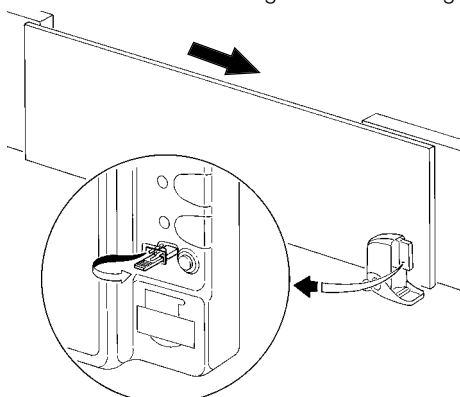
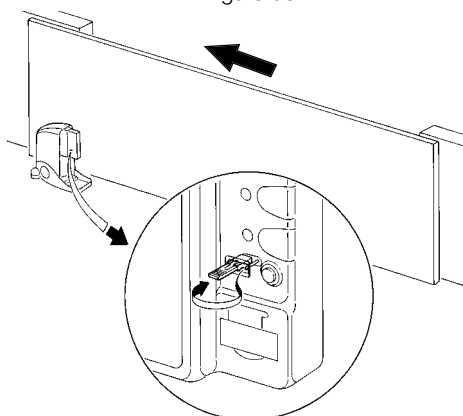

Figure 50
Figure 51
2 Suivant la position de l'opérateur à droite ou à gauche, régler la connexion volante pour le choix de la direction de la manœuvre d' "Ouverture", en suivant les indications de la figure 50 ou de la figure 51.
- Si la manœuvre n'est pas une ouverture, presser de nouveau la touche pour arrêter la manœuvre puis inverser la position de la connexion volante (voir figure 50 ou 51) page 15, puis répéter le point 2.